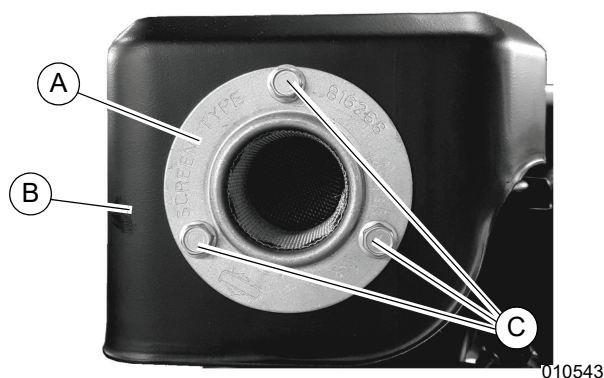

Figura 2-10. Instalación del deflector de descarga
1. Consulte la **Figura 2-10**. Alinee los orificios del parachispas (A) con los orificios del silenciador (B).
2. Fije el parachispas con tornillos (C) con una llave o un destornillador de tuercas de 9/32 pulg.